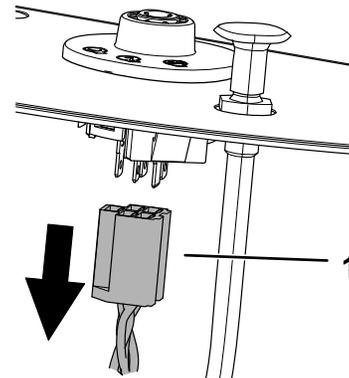

Figura 6
2. Desconecte el arnés de cables del interruptor de encendido (Figura 6).